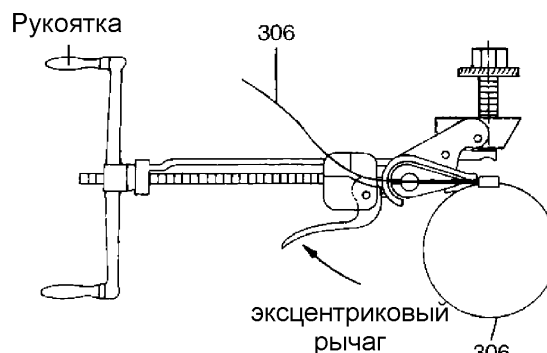

Рис. 10: Затяжка шарнирного зажима с помощью зажимного инструмента Band-it и адаптера J050
- Ввести концы лент шарнирного зажима (306) до замка на шарнирном зажиме в зажимный инструмент с адаптером.
- Закрепить конец зажима с помощью эксцентрикового рычага зажимного инструмента и вращением рукоятки затянуть шарнирный зажим (306) (рис. 10).